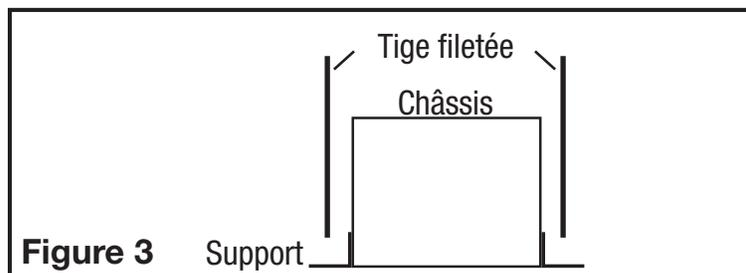

Figure 3
- Montage de la barre de suspension:** soulevez l'unité sur les tiges filetées et fixez-la en place à l'aide de matériel approprié (non inclus) (Figure 3).